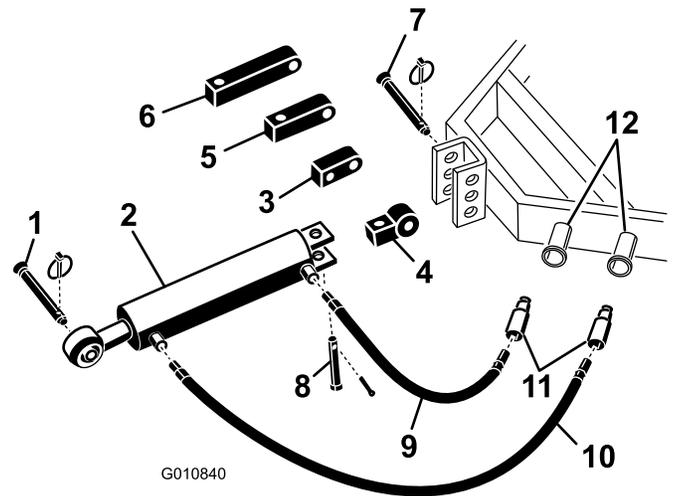

Figura 5
1. Sujete el extremo del brazo hidráulico superior que lleva el soporte de conexión al tractor con los pernos suministrados con el tractor (Figura 5). Coloque el brazo superior hidráulico con el extremo de la varilla hacia el aireador. Los orificios del cilindro deben estar orientados hacia el sistema hidráulico auxiliar del tractor.
Nota: Si es necesario colocar el cilindro hidráulico con los orificios hacia arriba, utilice la barra de giro en lugar de la barra de montaje estándar para posicionar correctamente el cilindro (Figura 5). Puede utilizarse un acoplamiento hidráulico de 90 grados en lugar de la barra de giro (los acoplamientos no están incluidos).
- A. Retire el pasador y la chaveta que sujetan el acoplamiento estándar al cilindro (Figura 5). Retire el acoplamiento del cilindro.
- B. Instale la barra de giro en el cilindro con los pasadores que retiró anteriormente (Figura 5).
2. Conecte la manguera hidráulica de 107 cm de largo al conector hidráulico del brazo superior que está más próximo al aireador (Figura 5). Aplique cinta Teflón o sellador de roscas en las roscas de la manguera para evitar fugas.
3. Conecte la manguera hidráulica de 76 cm de largo al conector hidráulico del brazo superior que está más próximo al tractor (Figura 5). Aplique cinta Teflón o sellador de roscas en las roscas de la manguera para evitar fugas.
Si el cilindro hidráulico no llega al soporte de montaje del aireador, utilice una barra de extensión en lugar del bloque de montaje estándar para conectar el cilindro al tractor (Figura 5).
- B. Instale la barra de extensión de la longitud necesaria en el cilindro con los pasadores que retiró anteriormente (Figura 5).